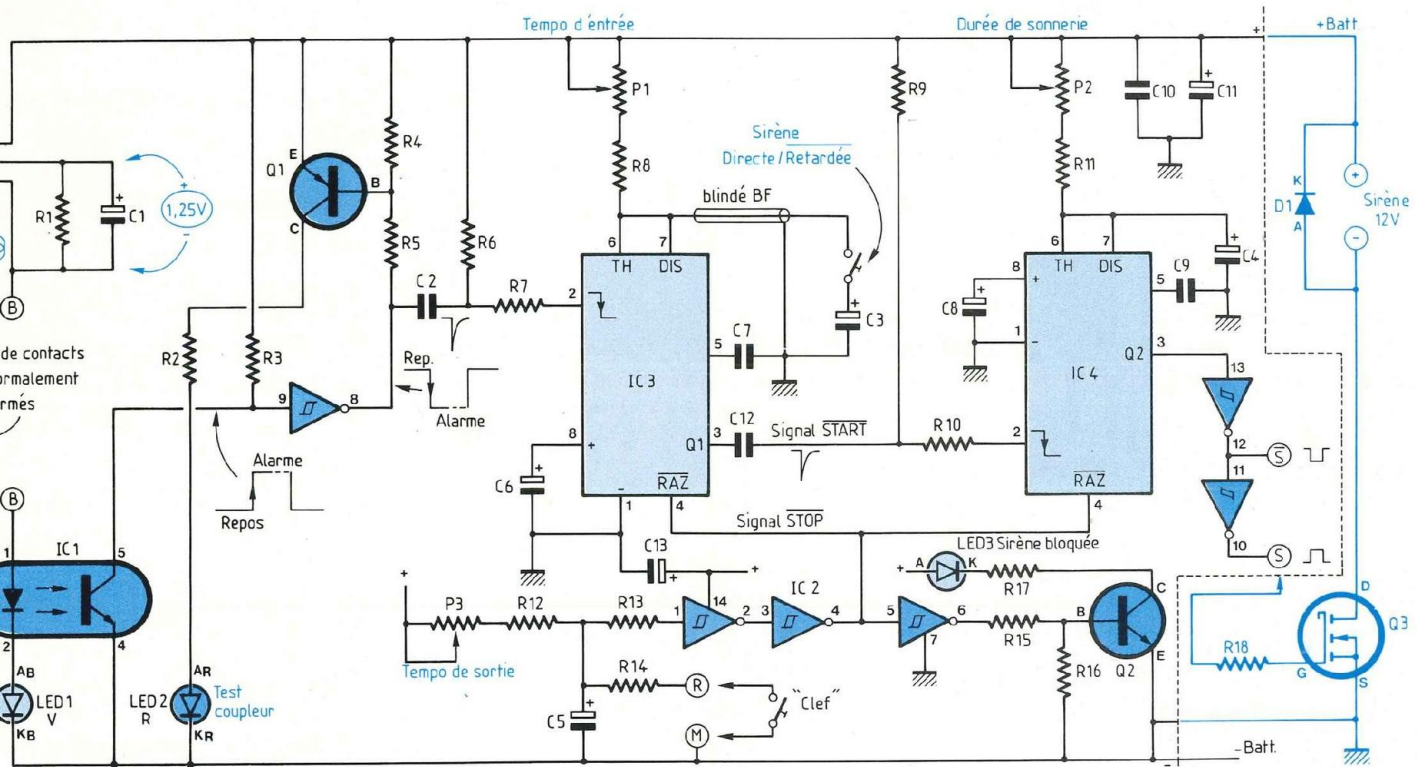
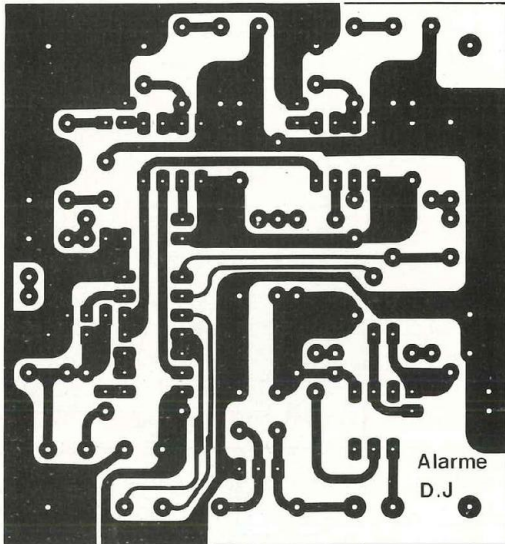
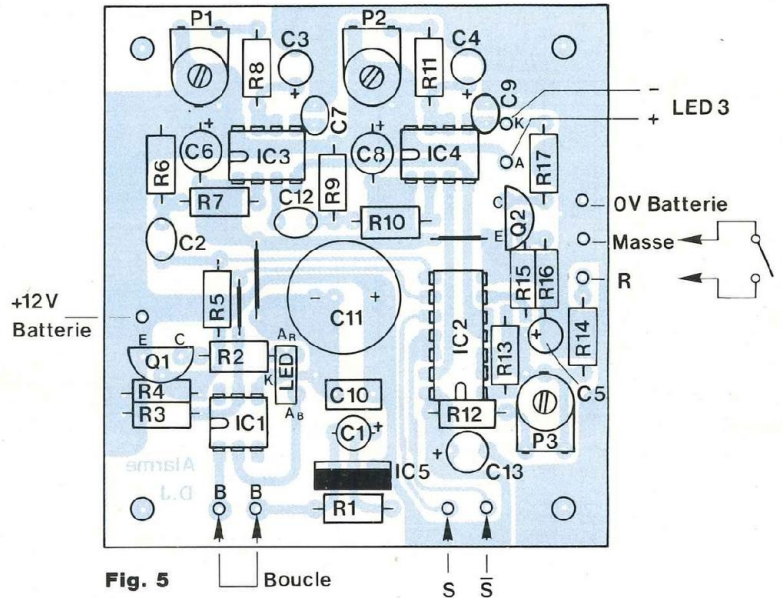
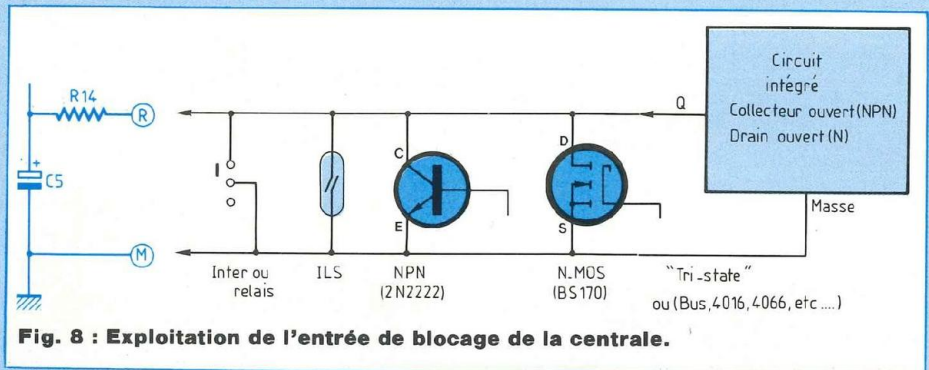

Fig. 3 : Platine centrale complète.
Fig. 4
Fig. 5
Fig. 8 : Exploitation de l'entrée de blocage de la centrale.
rettes, elle apparaît dans son principe en figure 3.
Débutons avec l'extrême gauche de la figure 3. En haut, un générateur de courant à LM 317 (IC5) établit 10 mA dans la boucle située entre les 2 points "B" puis dans le photo-coupleur (IC1) et enfin allume la diode verte (Led1) si tout va bien. Tandis que vous dormez paisiblement, l'émetteur de IC1 active le phototransistor (pins 4 et 5 au 0 V) sous l'effet du courant de boucle. Polarisation par R3, l'entrée du Trigger de Schmitt (pin 9 de IC3) est la ligne de détection (en tension cette fois-ci) principale, sensible à l'apparition d'un niveau logique 1 (+12 V), ce qui revient à voir disparaître tout niveau 0 (-0 V). En ce point, peuvent aboutir une kyrielle de détecteurs terminés par un transistor NPN à collecteur ouvert (ou un MOS canal N à drain ouvert). On les monte simplement en parallèle direct (maximum 10 transistors) sur le phototransistor ou à sa place (IC1 pin 5 = collecteur ou drain, pin 4 = émetteur ou source) si vous n'avez pas de boucle. Barrières diverses, radars farceurs et tapis surprise sont donc compatibles avec notre centrale (tout détecteur terminé par un relais également), en sachant que la logique positive "fermé au repos" et "ouvert en alerte" est la seule acceptable sur la ligne (pin 5 de IC1 / pin 9 de IC2). Les lecteurs concernés jugeront utile ou nuisible le maintien de R3, sa présence imposant un contact flottant. Ceci est un cas particulier, revenons à notre boucle simple et efficace.
Nous conseillons de procéder par étapes en réfléchissant à ce qui est utile selon le système envisagé. Dans tous les cas, il faut disposer du circuit imprimé dessiné en figure 4 qui sera équipé de trois straps visibles en figure 5. Soit dans un premier temps, la version simple sirène qui nécessite l'ensemble de la figure 3 (plus une alimentation 12 V bien sûr).
* **Spécial jeunes.** Vous devez équiper en totalité le circuit imprimé selon la figure 5 en évitant toute inversion de
* **Spécial durs**. C'est l'enfer qui vous tente : allons-y. Ce qui est dit ci-dessus vous intéresse, mais la platine de signalisation "son et lumière" vous permettra de simplifier comme ceci la figure 5 (et le schéma en figure 3) :
* **Spécial compliqués**. On pense à vous aussi et vous tirerez avantage de la figure 8 qui présente diverses "clefs" reliées ou actionnées par le sortilège de votre choix (c'est là l'important) visant à bloquer l'alarme (Led 3 bonjour) puis à la mettre en éveil. Si c'est un interrupteur, cachez-le bien, cela va de soi.
La connexion de détecteurs complexes en OU câblé décrite au début, ressemble fort à cette figure 8, mais s'opère à la place ou en plus de IC1 (pins 4 et 5) et a pour but de faire circuler un faible courant dans R3 (400 μA pour le "repos"), ou pas de courant dans R3 (0 μA pour "l'alarme") comme précisé en figure 3. Pour vous, c'est clair, mais les jeunes s'abstiendront par prudence.